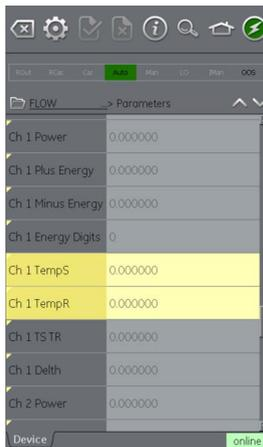

Abbildung 10-20: Funktionssuche
- Die Funktionssuche zeigt dann die entsprechende Funktionsgruppe in der Geräteansicht mit allen Variablen, nach denen gesucht wurde, in Gelb an. Siehe Abbildung 10-20.